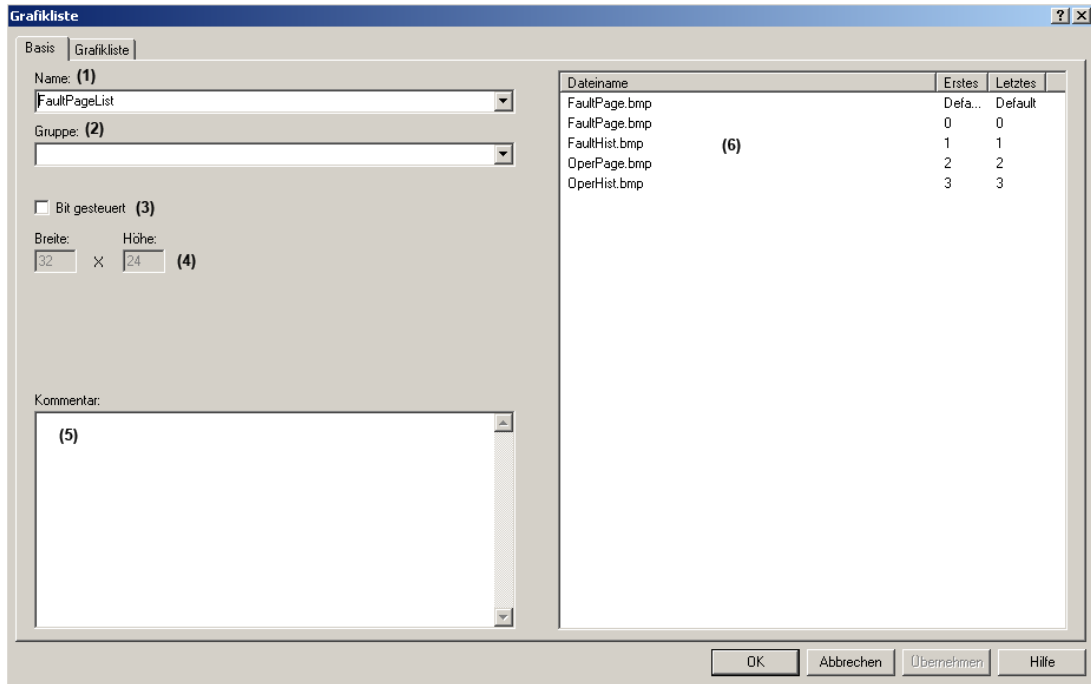

Abb. 6.22: Dialog "Grafikliste, Basis"
- ⇒ Wechseln Sie wieder auf die Seite "Basis" (Abb. 6.22).